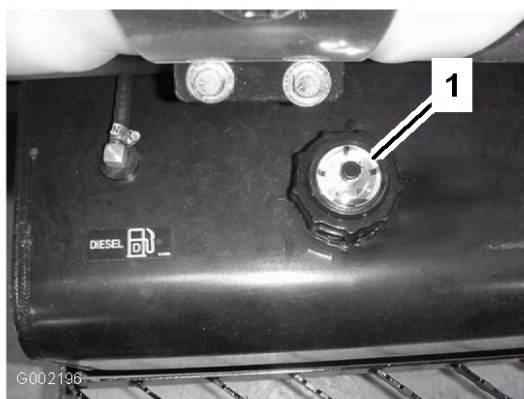

Figura 18
3. Pulite intorno al tappo del serbatoio del carburante (Figura 18).